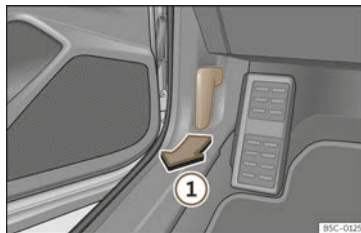

Abb. 238 Entriegelungshebel im Fahrerfußraum.
- Öffnen Sie die Tür und ziehen Sie an dem Hebel unterhalb der Schalttafel >>> (Abb. 238) ①.